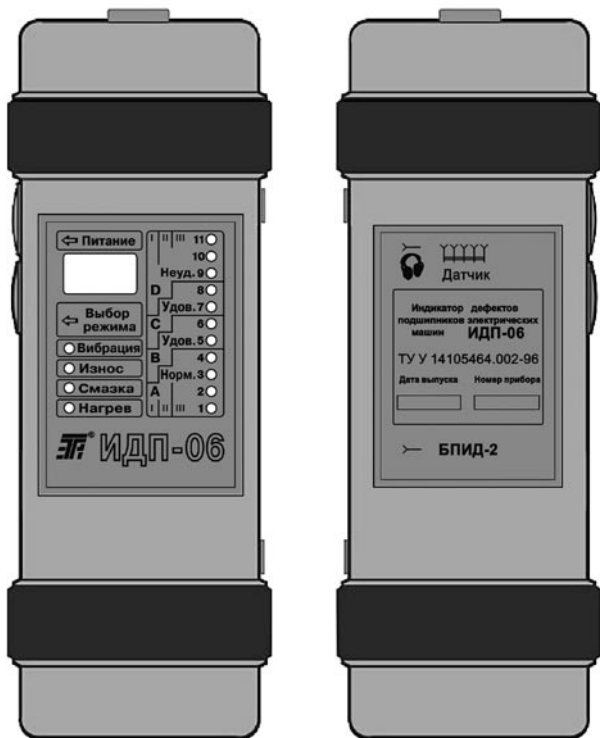

Рис. 4.1
4.1 Конструкция индикатора (рис. 4.1, 4.2).
- 2) присоединить блок питания к индикатору (см. рис. 4.1);
7.1.1 Подключить к индикатору датчик вибрации (см. рис. 4.1, 4.2).
7.4.1 Подключить к индикатору датчик температуры (см. рис. 4.1, 4.2). При этом должен засветиться светодиод «**НАГРЕВ**».